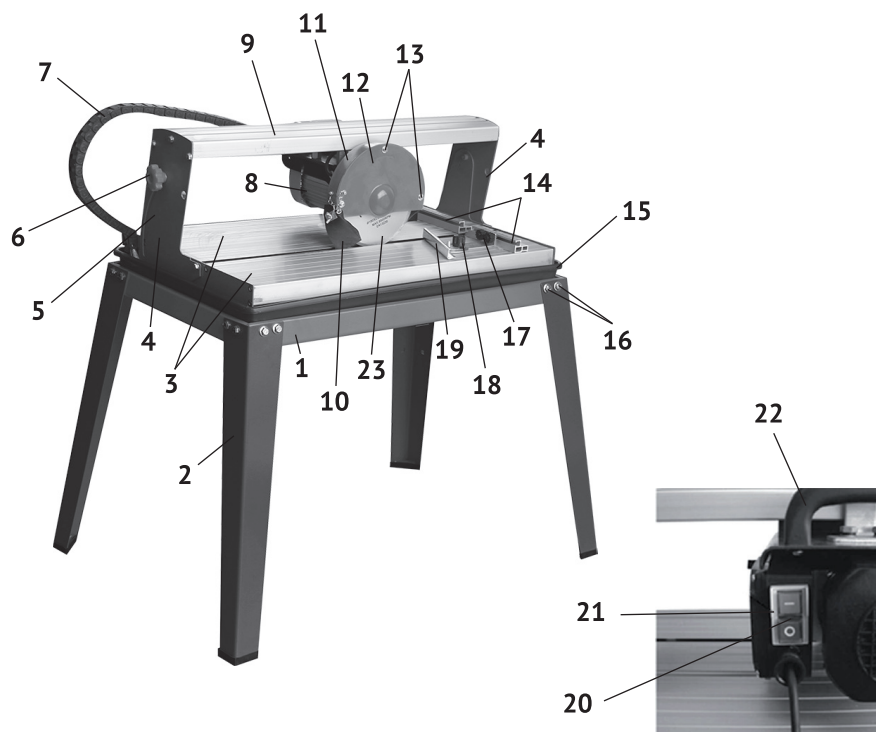

рис.1
1.6 Общий вид и элементы плиткореза представлены на рис.1
1.7 Асинхронный двигатель (рис.1 поз.8) с блоком управления (рис.1 поз.21) и выключателем (рис.1 поз.20) крепится на кронштейне. Кронштейн, за счёт 4-х подшипников, перемещает головку режущую (двигатель с блоком управления и отрезным кругом) по салазкам (рис.1 поз.9) вдоль длины рабочего стола (рис.1 поз.3). На вал якоря, между опорным и прижимным фланцами крепится отрезной круг (рис.1 поз.23). Это основной рабочий инструмент плиткореза.
1.8 Выключатель – магнитный пускатель (рис.1 поз.20) расположен на блоке управления. Он имеет две кнопки: зелёная с символом «I» - включение двигателя и красная с символом «0» - выключение двигателя.
На крышке защитного кожуха (рис.1 поз.12) стрелкой указано направление вращения круга.
- четырьмя болтами (рис.1 поз.16), с помощью ключей (входят в комплект поставки) прикрутить каждую ножку (рис.1 поз.2) к основанию (рис.1 поз.1);
- закрыть отверстие в поддоне (рис.1 поз.15) пробкой (входит в комплект поставки) и залить воду так, чтобы заборная часть насоса (рис.1 поз.13) была полностью погружена в воду.
- проверить шлангоукладчик (рис.1 поз.7) со шлангом, не перекручен, свободно перемещается за головкой режущей;
- ослабить с двух сторон винты фиксации угла наклона (рис.1 поз.6);
- повернуть салазки (рис.1 поз. 9) с головкой режущей на нужный угол, используя шкалу угла наклона (рис.1 поз.5);
- снять крышку кожуха (рис.1 поз.12), открутив три винта (рис.1 поз.13);